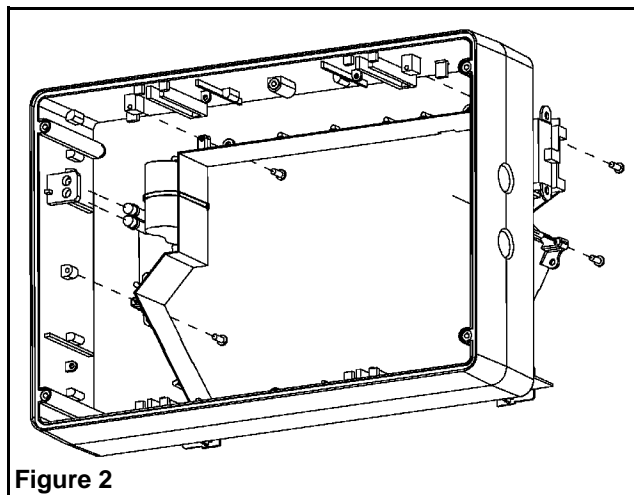

Figure 2
- c. Pour accéder aux trous défonçables du cadre, retirer les 4 vis retenant le module électronique au cadre afin de les séparer voir figure 2).